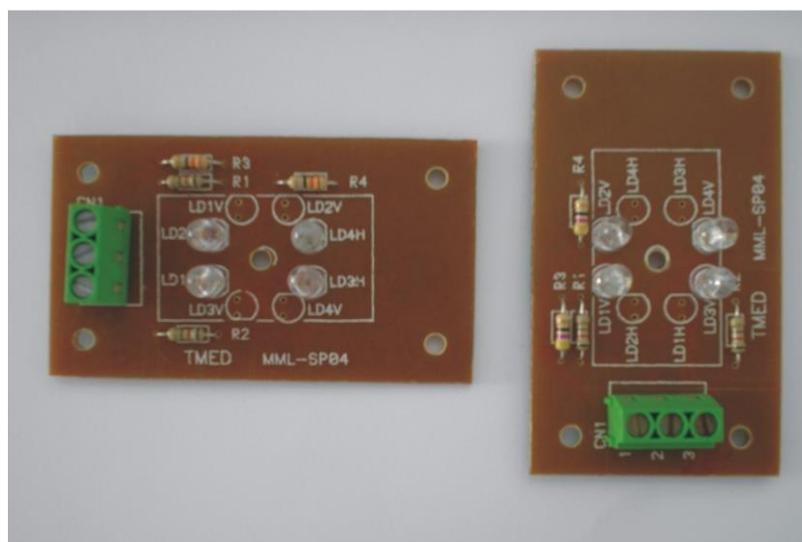

Figura 7 – PCI's dos SP's Horizontal e Vertical
7.4. Instalação do Sinalizador de Porta (SP)
No corredor, próxima à porta de entrada do apartamento ou enfermaria, localize a caixa de passagem contendo um cabo de dados (UTP de 4 pares), vindo do leito. Em seguida, identifique a orientação da caixa de passagem: ela pode estar instalada na direção vertical ou horizontal. A Figura 7 abaixo mostra os dois tipos de placa de circuito de SP existentes. Use a placa mostrada à esquerda se a caixa de passagem estiver instalada na direção horizontal. Alternativamente, use a placa mostrada à direita se a caixa de passagem estiver instalada na direção vertical. Siga os passos abaixo para efetuar as conexões do Sinalizador de Porta (SP):
- e. Na placa de circuito do sinalizador de porta (veja a Figura 7 abaixo), localize um borne de três vias rotulado com "CN1" e verifique que estas vias são numeradas com 1, 2 e 3;